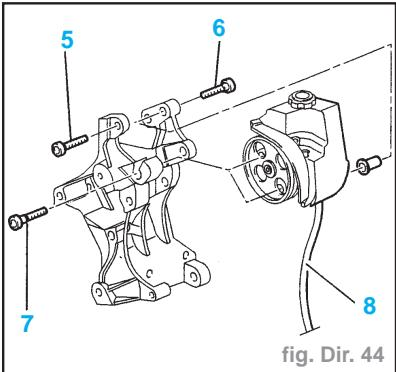

fig. Dir. 44
- Déposer la vis (2).
- Écarter le tuyau (1).
- le cache-style (3) (si nécessaire)
- la goulotte de remplissage (4) du boîtier lave-vitre
- Déposer les vis (5) et (6) (fig. Dir. 44).